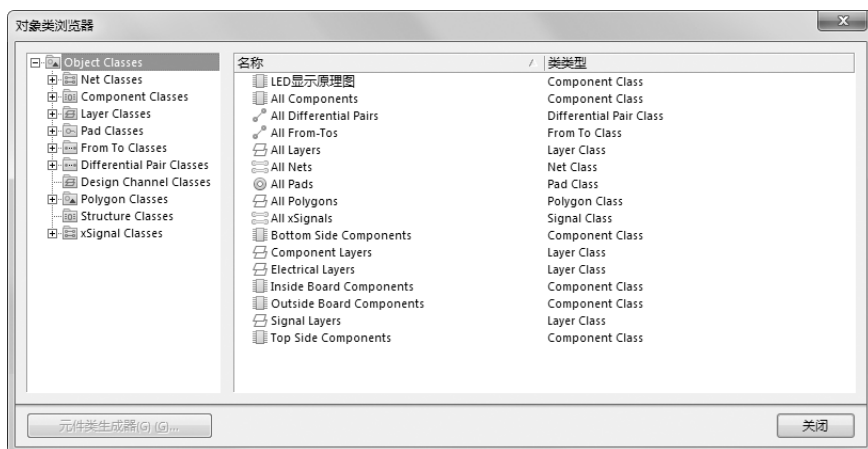

图 9-49 “对象类浏览器”对话框
- (1) “网络类”是多个网络的集合，可以在“对象类浏览器”对话框中对其进行编辑管理。选择菜单栏中的“设计”→“类”命令，系统将弹出如图 9-49 所示的“对象类浏览器”对话框。
- (2) 系统默认存在的网络类为“所有网络”，不能进行编辑修改。用户可以自行定义新的网络类，将不同的相关网络加入到某一个定义好的网络类中。